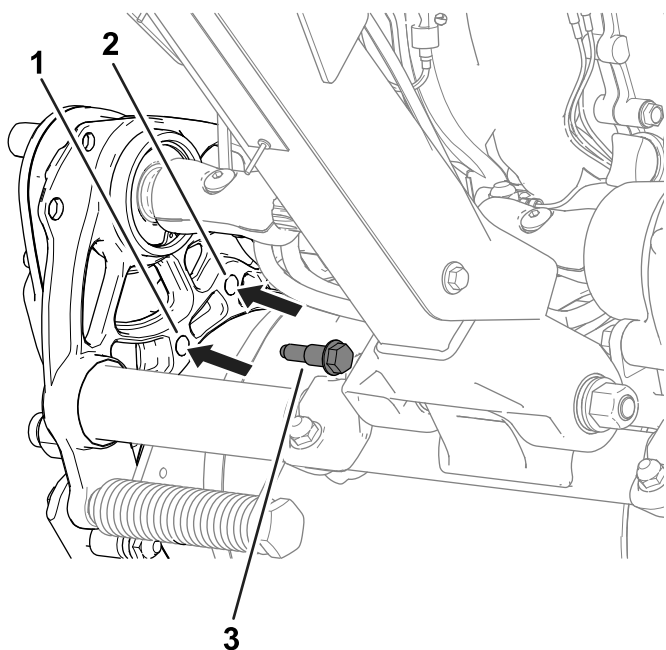

Figura 21
2. Rimuovete su ogni lato della macchina i bulloni di spallamento (Figura 21) che fissano l'alloggiamento del tamburo al telaio.
4. Usate i bulloni di spallamento rimossi precedentemente per fissare l'alloggiamento del motore al telaio (Figura 21).